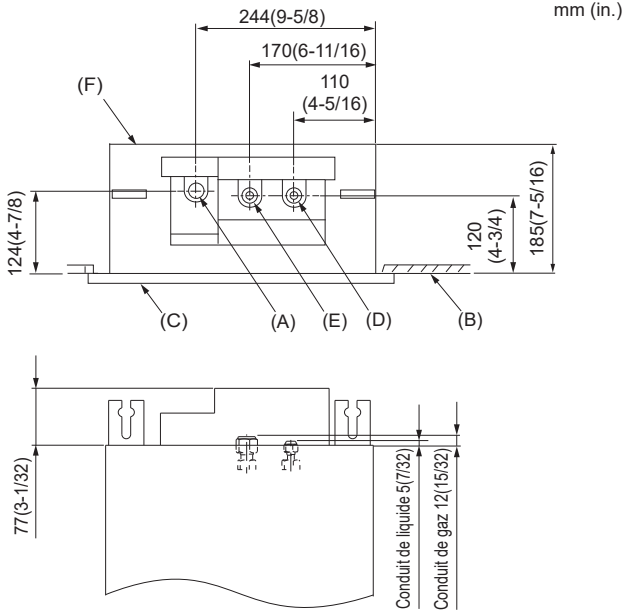

Fig. 3-3
- (A) Le centre de l'ouverture du plafond doit être aligné sur le centre de l'appareil intérieur.
- (B) Côté extérieur de la grille
- (C) Ouverture dans le plafond
- (D) Hauteur du boulon
- (E) Boîtier électrique
3.3. Emplacement des tuyaux de réfrigérant et d'écoulement de l'appareil intérieur (Fig. 3-3)
- (A) Tuyau d'évacuation
- (B) Plafond
- (C) Grille
- (D) Tuyau de réfrigérant (liquide)
- (E) Tuyau de réfrigérant (gaz)
- (F) Appareil principal